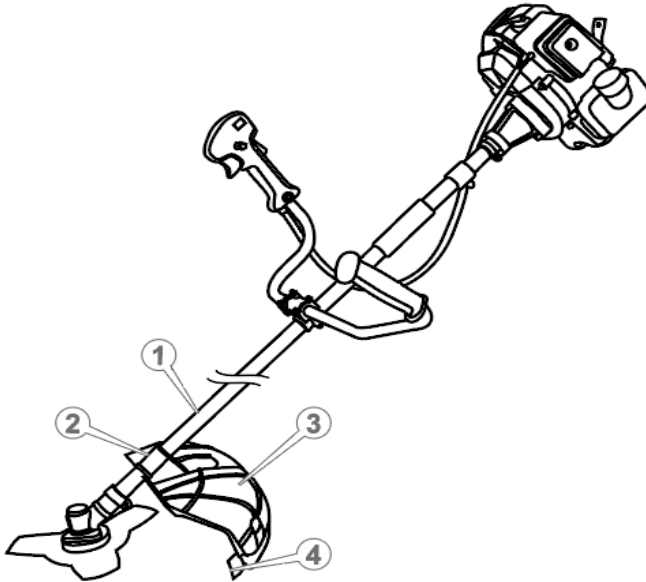

Рисунок 6. Схема встановлення захисного кожуха.
- встановити ніж (4, рис. 6) для обрізання жилки на захисний кожух (3, рис. 6) і надійно закрутити за допомогою фіксуючих кріплень;
- встановити захисний кожух (3, рис. 6) на штангу за допомогою комплекту кріплень так, щоб позиціонуючий отвір скоби (2, рис. 6) поєднався із відповідним отвором штанги (1, рис. 6), та зафіксувати гвинтами з комплекту. Переконайтеся в надійності кріплення захисного кожуха – прокручування не допускаються.